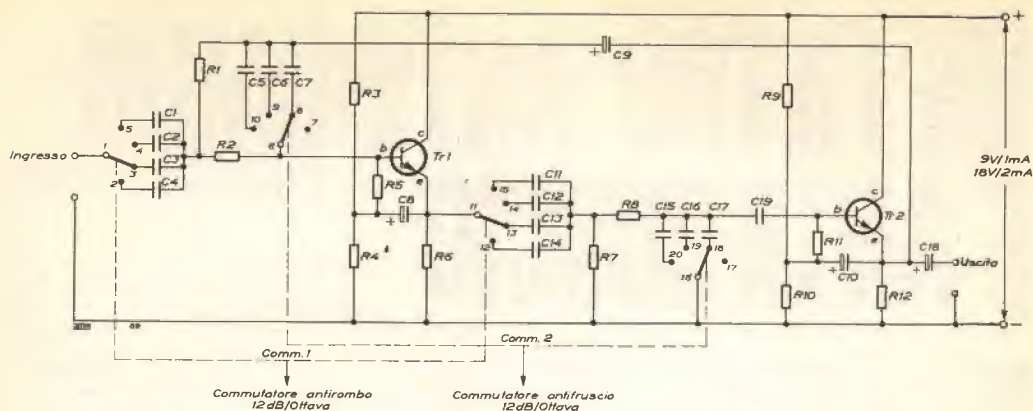
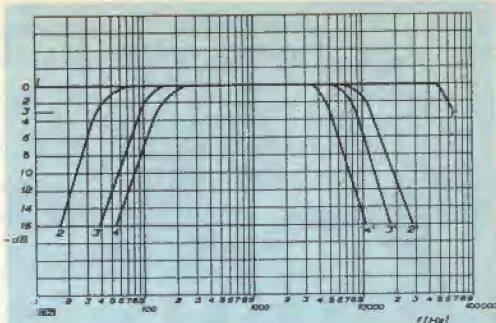

Fig. 1 - Schema elettrico del filtro antifruscio/antirimbato.
Fig. 2 - Curve caratteristiche di risposta del filtro. A sinistra, sono indicate le curve di attenuazione antirombo; a destra quelle antifruscio.
Fig. 1 - Il circuito accoppiatore multiplo è stato progettato per fornire a più registratori segnali indipendenti con una sola sorgente di segnale. Un guasto in uno degli stadi non ha effetto sugli altri.
**Il circuito** - Come si vede nella fig. 1, l'accoppiatore audio multiplo è composto da uno stadio d'entrata con un solo FET e da tre (o più) stadi d'uscita con FET distinti, funzionanti come ripetitori d'emettitore. Quindi, non solo le linee d'uscita sono isolate tra loro, ma sono isolate tra loro anche l'entrata e le uscite.
Il modello 408 PC, condensatore di compensazione per montaggio orizzontale (fig. 1), ha un diametro di soli 5 mm ed una capacità minima assai bassa di soli 0,25 pF; gamma di capacità: 8 pF.
**Descrizione del circuito** - I due transistori impiegati sono elettricamente collegati in modo da presentare un ingresso con impedenza elevata ed un'uscita con impedenza bassa (fig. 1). Inoltre, la tensione di ingresso del filtro è uguale alla tensione di uscita e, di conseguenza, l'amplificazione è uguale a 1. Queste condizioni sono valide per tutta la gamma delle frequenze trasmesse solo quando il commutatore si trova nella posizione "lineare" (curva 1-1' di fig. 2). In questa posizione, quindi, non si ha né amplificazione né attenuazione delle frequenze della banda. Quando invece il commutatore viene commutato nelle posizioni "antifruscio" (curve 2', 3', 4' di fig. 2) oppure "antirombo" (curve 2, 3, 4 di fig. 2), l'amplificazione nella zona centrale della banda è ancora uguale a 1, mentre l'attenuazione oltre i punti a - 3 dB aumenterà nella misura di 12 dB per ottava. Questa marcata attenuazione delle frequenze molto alte e di quelle molto basse, non interessando la porzione centrale delle frequenze trasmesse dal filtro, permetterà di ridurre od addirittura di eliminare tutti i fenomeni di fruscio ed i borbottii a cui abbiamo accennato in precedenza.
La tensione di alimentazione del filtro può andare dal valore di 9 V a quello di 18 V e dovrà essere collegata in corrispondenza dei punti indicati con + e - nello schema (fig. 1). L'assorbimento di corrente ammonta soltanto a 1 mA quando la tensione di alimentazione è di 9 V, ed a 2 mA quando la medesima ha il valore di 18 V. Per l'alimentazione del filtro possono essere impiegate batterie piatte da 4,5 V in numero da due a quattro, ovviamente collegate in serie, oppure l'alimentazione potrà essere prelevata dall'alimentatore del preamplificatore.
I valori di attenuazione ottenibili nelle quattro posizioni del commutatore "anti-rombo" sono i seguenti (parte sinistra della curva di fig. 2):
Posizione 2: collegamento di 1 con 3 e di 11 con 13 = attenuazione di 3 dB in corrispondenza di 35 Hz (curva 2 di fig. 2).
Posizione 3: collegamento di 1 con 4 e di 11 con 14 = attenuazione di 3 dB a 90 Hz (curva 3 di fig. 2).
Posizione 4: collegamento di 1 con 5 e di 11 con 15 = attenuazione di 3 dB a 120 Hz (curva 4 di fig. 2).
**Il commutatore antifruscio** - Il commutatore antifruscio deve svolgere una funzione analoga al commutatore antirombo; anch'esso è del tipo a 2 vie e 4 posizioni. In particolare, questo commutatore dovrà collegare in successione i contatti fissi 6 e 16 rispettivamente ai contatti mobili 7, 8, 9, 10 e 17, 18, 19, 20. I valori di attenuazione ottenibili in queste quattro posizioni sono i seguenti (curve di destra della fig. 2):
Posizione 1: collegamento di 6 con 7 e di 16 con 17 = nessuna attenuazione (curva 1 - 1' della fig. 2).
Posizione 2: collegamento di 6 con 8 e di 16 con 18 = attenuazione di 3 dB in corrispondenza di 12.000 Hz (curva 2' della fig. 2).
Posizione 3: collegamento di 6 con 9 e di 16 con 19 = attenuazione di 3 dB in corrispondenza di 8.500 Hz (curva 3' della fig. 2).
Posizione 4: collegamento di 6 con 10 e di 16 con 20 = attenuazione di 3 dB in corrispondenza di 5.000 Hz (curva 4' della fig. 2).